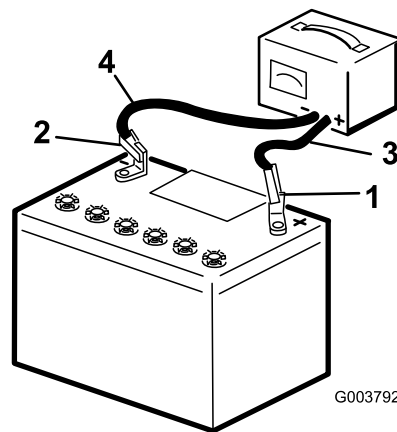

図 44
2. 3-4 Aで 4-8 時間充電する 図 44。充電しすぎないように注意すること。
3. 充電が終わったら、チャージャのプラグをコンセントから抜いてから、チャージャのリード線をバッテリー端子から外す 図 44。
1. 先ほど取り外したねじ類を再使用して、プラスケーブル赤いケーブルをバッテリーのプラス端子に取り付ける 図 44。
3. 先ほど取り外したねじ類を再使用して、マイナスケーブル黒いケーブルをバッテリーのマイナス-端子に取り付ける 図 44。
4. 押さえ棒と蝶ナットでバッテリーを固定する 図 44。